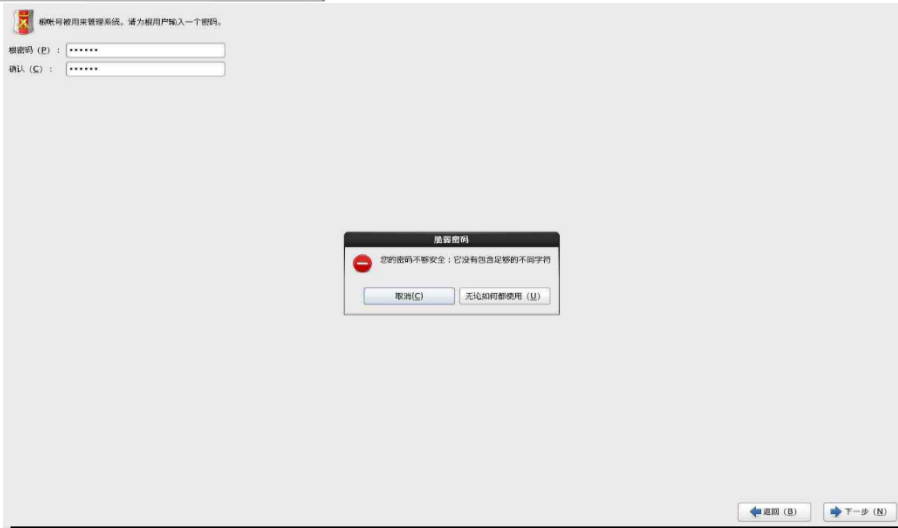

图 6-56
q. 单击下一步，系统会提示对磁盘进行格式化，请在此步骤操作前，确认磁盘中的数据已经备份后，单击将修改写入磁盘。如图 6-56 所示。